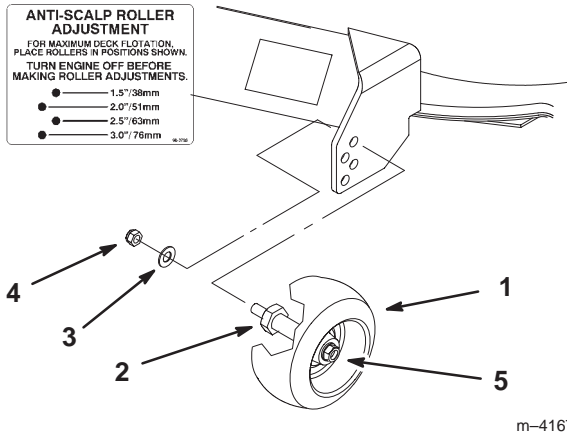

Figure 22
- Lorsque la hauteur de coupe est réglée, enlevez l'écrou et la rondelle tout en maintenant le goujon avec une clé (Fig. 22).
Remarque : N'enlevez pas l'écrou et la rondelle de la roue (Fig. 22).
- Choisissez le trou pour que la roue de jauge se trouve le plus près possible de la hauteur de coupe correspondante voulue (Fig. 22).
- Remettez l'écrou et la rondelle sur le goujon (Fig. 22).